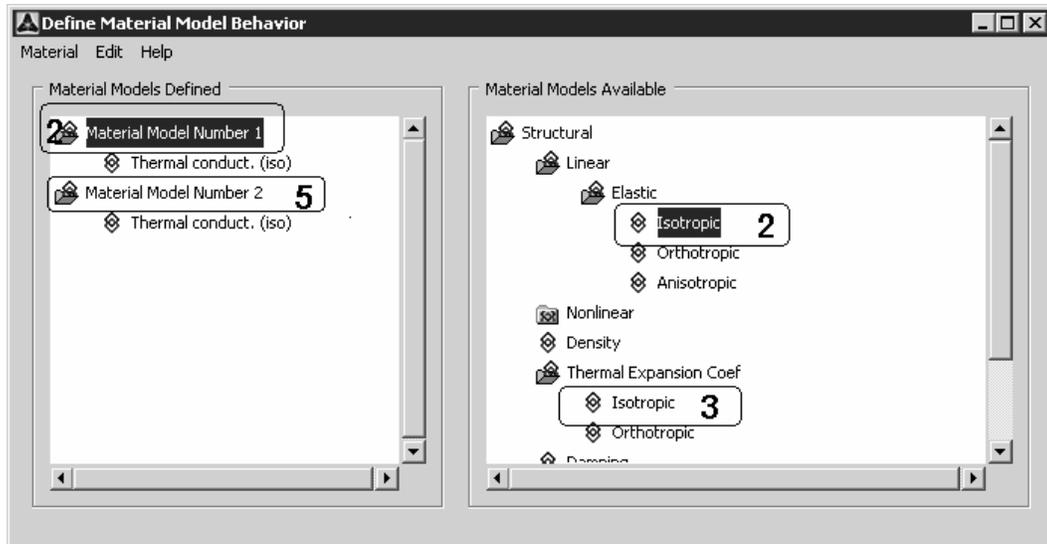
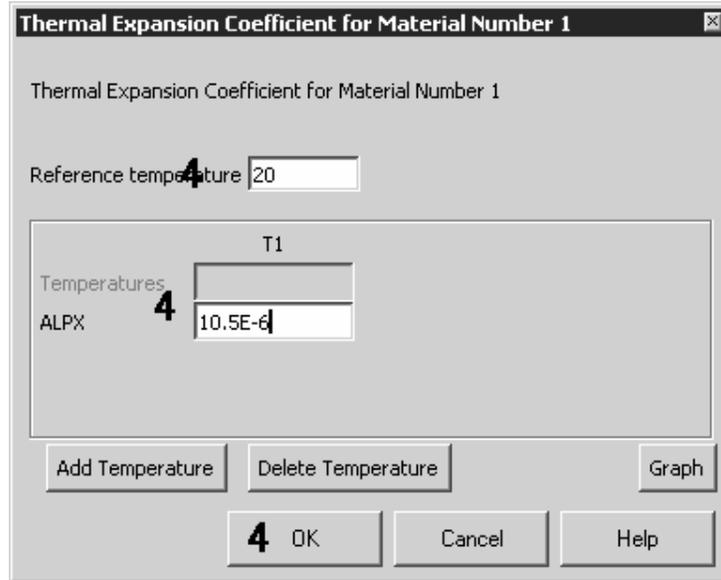

图 12.37 定义材料结构性能
图 12.38 定义材料 1 的热膨胀系数
1. 选取菜单路径 Main Menu | Preprocessor | Material Props | Material Models，将弹出 Define Material Model Behavior (材料模型定义)对话框，如图 12.37 所示。
3. 在图 12.37 所示对话框的右边材料属性列表中单击菜单路径 Structural | Thermal Expansion Coef | Isotropic，将弹出 Thermal Expansion Coefficient for Material 1 (定义材料 1 的热膨胀系数)对话框，如图 12.38 所示。
最后，关闭图 12.37 所示的对话框，完成材料性能的定义。